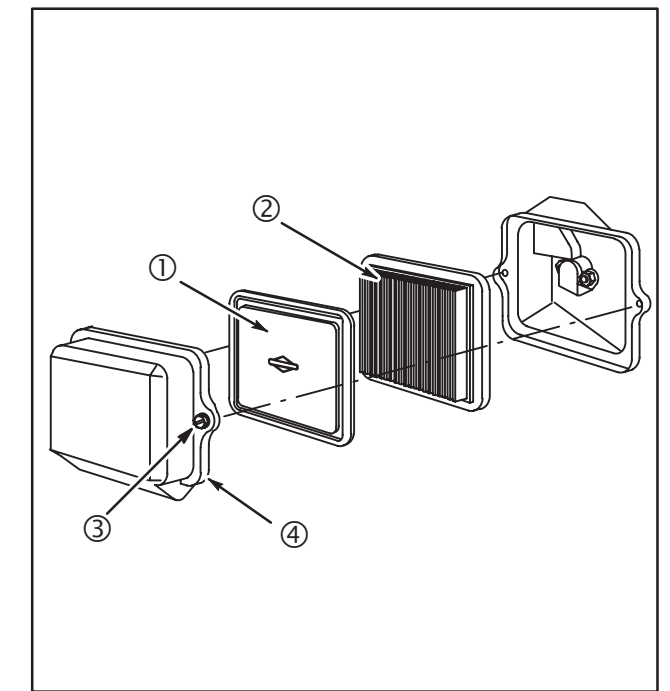

Fig. 3
- Enlever un (1) ou deux (2) boutons ou écrous à oreilles (tout dépendant du modèle), et le couvercle du filtre à air.
- Enlever du moteur l'ancien préfiltre et l'ancienne cartouche et s'en débarrasser de façon adéquate. Ne pas essayer de nettoyer l'ancienne cartouche à l'aide de solvants à base de pétrole ou d'air sous pression. Voir la figure 3 ou 4.